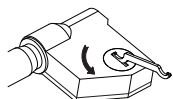

Abb. 1
- Drehen Sie die Batterieabdeckung mit dem Schraubenschlüssel um 45° gegen den Uhrzeigersinn (Abb. 1) und entfernen Sie sie.